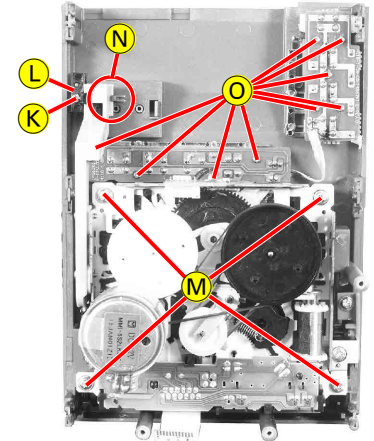

Fig. 8
- Schraube **K** (Fig. 8) herausdrehen und Führung **L** (Fig. 8) abnehmen.
- 4 Schrauben **M** (Fig. 8) herausdrehen.
- Schieber **N** (Fig. 8) aushängen.
- 9 Schrauben **O** (Fig. 8) herausdrehen.
- Undo screw **K** (Fig. 8) and remove guide **L** (Fig. 8).
- Undo 4 screws **M** (Fig. 8).
- Unhook slider **N** (Fig. 8).
- Undo 9 screws **O** (Fig. 8).